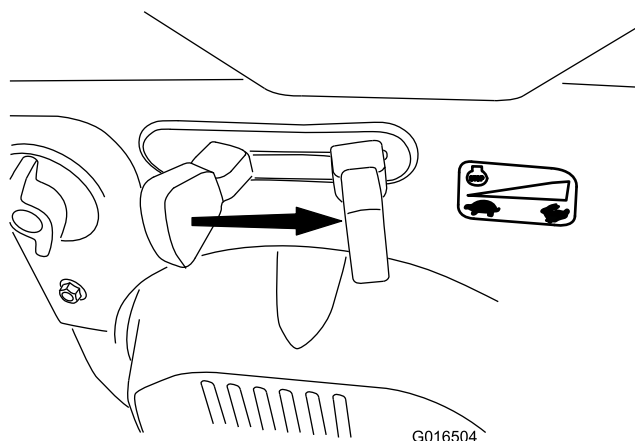

Рисунок 25
6. Установите регулятор дроссельной заслонки в положение FAST (БЫСТРО) (Рисунок 25).